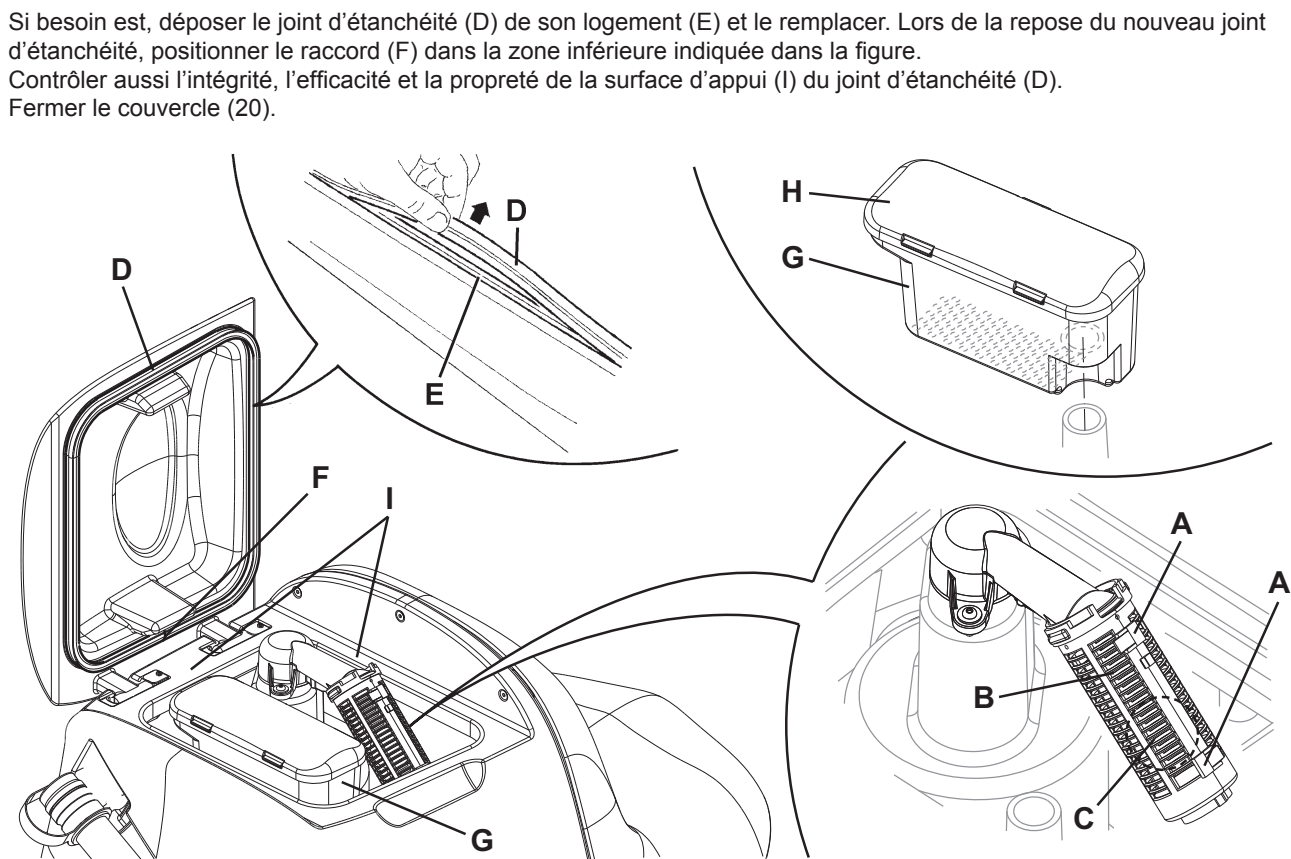

Figure 8
5. Nettoyer la grille d'aspiration (27), dégager les dispositifs de retenue (A, Fig. 8), ouvrir la grille (B), récupérer le flotteur (C) et nettoyer soigneusement ; enfin reposer en place.
6. Nettoyer le conteneur déchets avec la grille correspondante (26), démonter le conteneur (G), enlever le couvercle (H), puis nettoyer avec soin et installer à nouveau sur le tuyau d'aspiration.
7. Contrôler l'intégrité du joint d'étanchéité (D) du couvercle du réservoir.